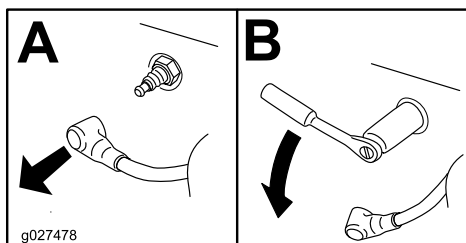

Рисунок 47
3. Выверните свечу, как показано на Рисунок 47.